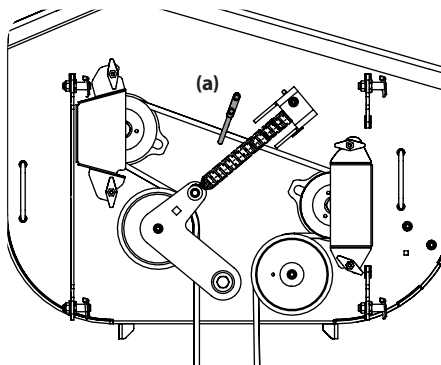

Figure 4-15
5. Retirez la courroie des poulies. Pour les plateaux de coupe de 36 pouces, la tige de retenue de la courroie (a) doit être retirée. Enlevez les deux boulons qui fixent la tige de retenue de la courroie (a) au plateau. Voir Figure 4-15.
6. Installez la courroie neuve. Voir Figure 4-15 pour les plateaux de 36 pouces et la Figure 4-15 pour les plateaux de 48 pouces et de 54 pouces. Remplacez le plateau de coupe.